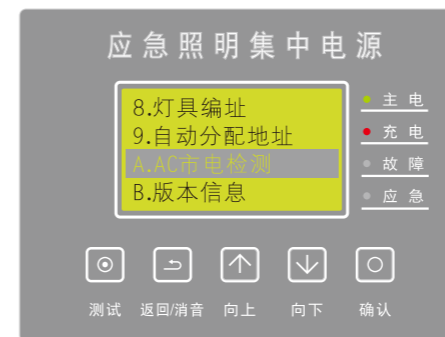

图5.24
(11)、AC市电检测:在主屏时,按【确认】键进入菜单,按【向上/向下】键选择【AC市电检测】(如图5.24)按【确认】键进入。